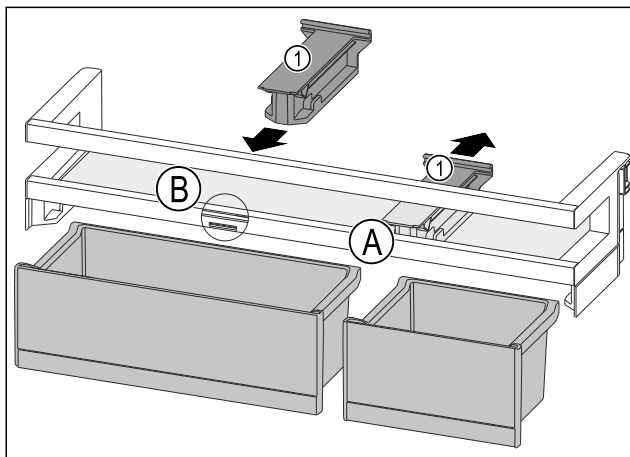

Fig. 87
- ▶ Stiahnite prídržný diel Fig. 87 (1) v polohe Fig. 87 (A) dozadu.
- ▶ Vložte prídržný diel Fig. 87 (1) v polohe Fig. 87 (B).